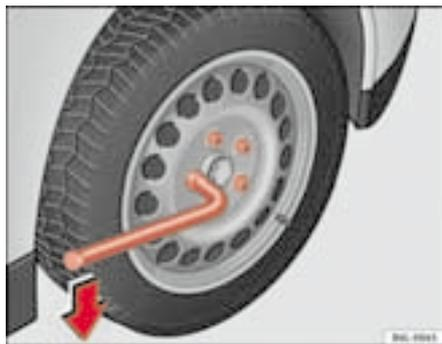

Fig. 136 Cambio de rueda: aflojar los tornillos de rueda
- Agarre la llave por el extremo y gírela aproximadamente una vuelta hacia la **izquierda** ⇒ fig. 136.